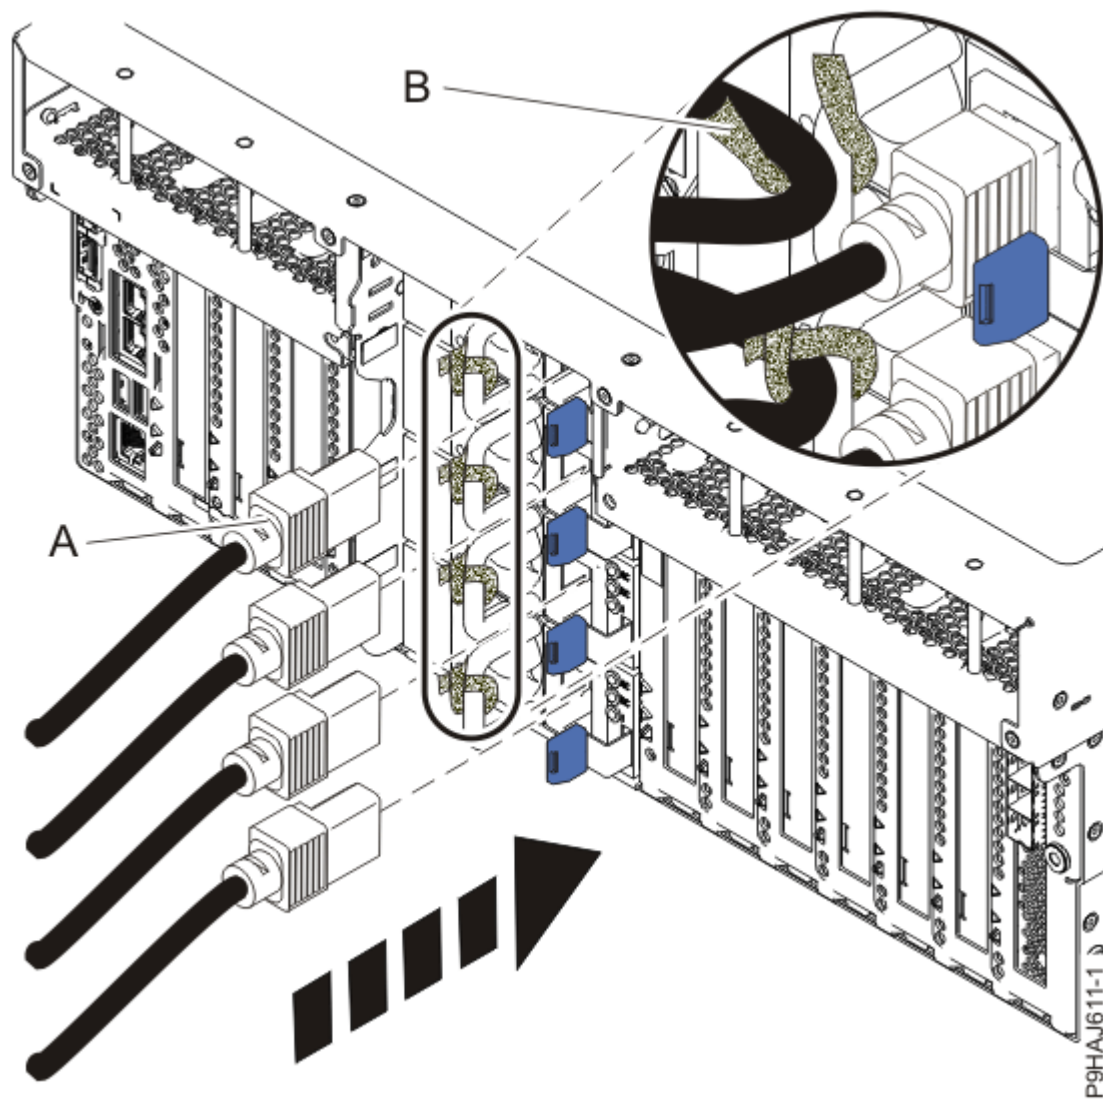
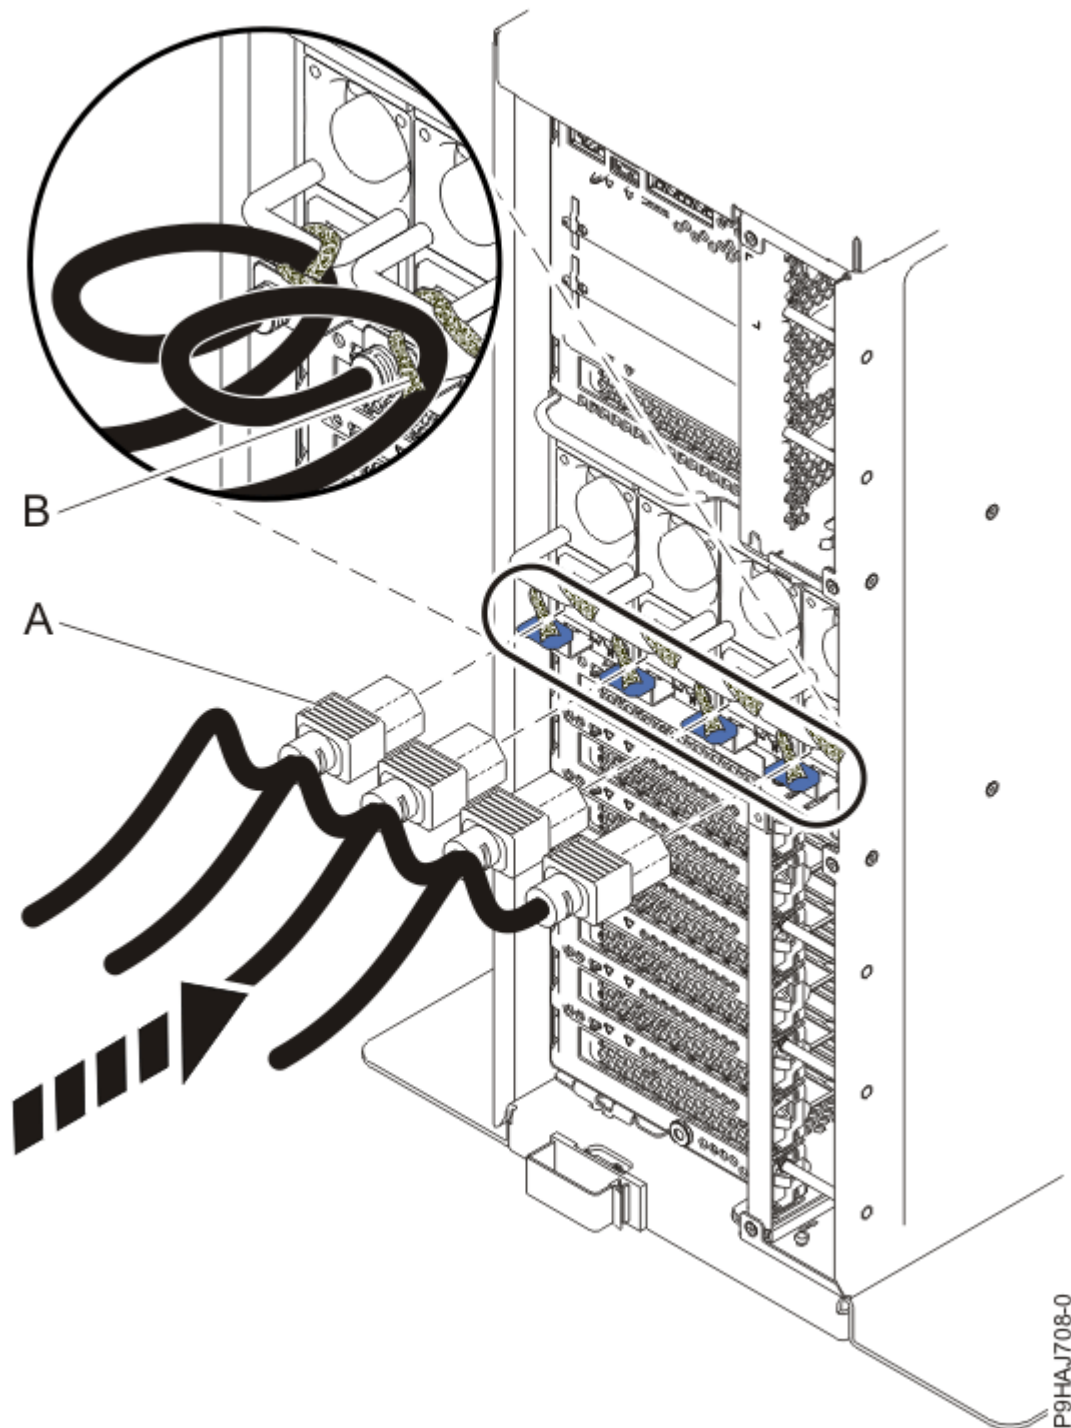

Figura 14. Ligar os cabos de alimentação a um sistema montado em bastidor
Figura 15. Ligar os cabos de alimentação a um sistema autónomo
5. Através da utilização das etiquetas, volte a ligar os cabos de alimentação **(A)** à unidade de sistema. Aperte os cabos de alimentação **(A)** no sistema através da utilização das presilhas **(B)** conforme demonstrado em Figura 14 na página 17 ou Figura 15 na página 18.